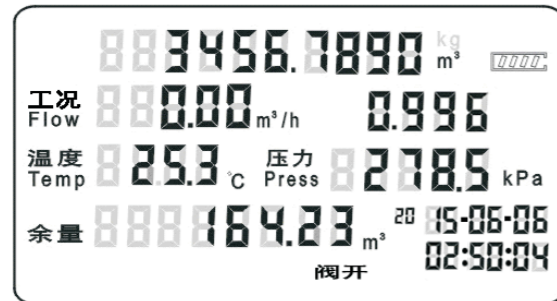

图12 工作状态显示图
6.1.9.8 开户后正常显示的第四屏界面如图12，显示的总量为工况总量，单位为m³；最后一行为剩余气量，单位为m³，瞬时流量显示工况流量，第二行右边显示Z_g/Z_n值。当有气量时，总量累加，剩余气量不扣减。